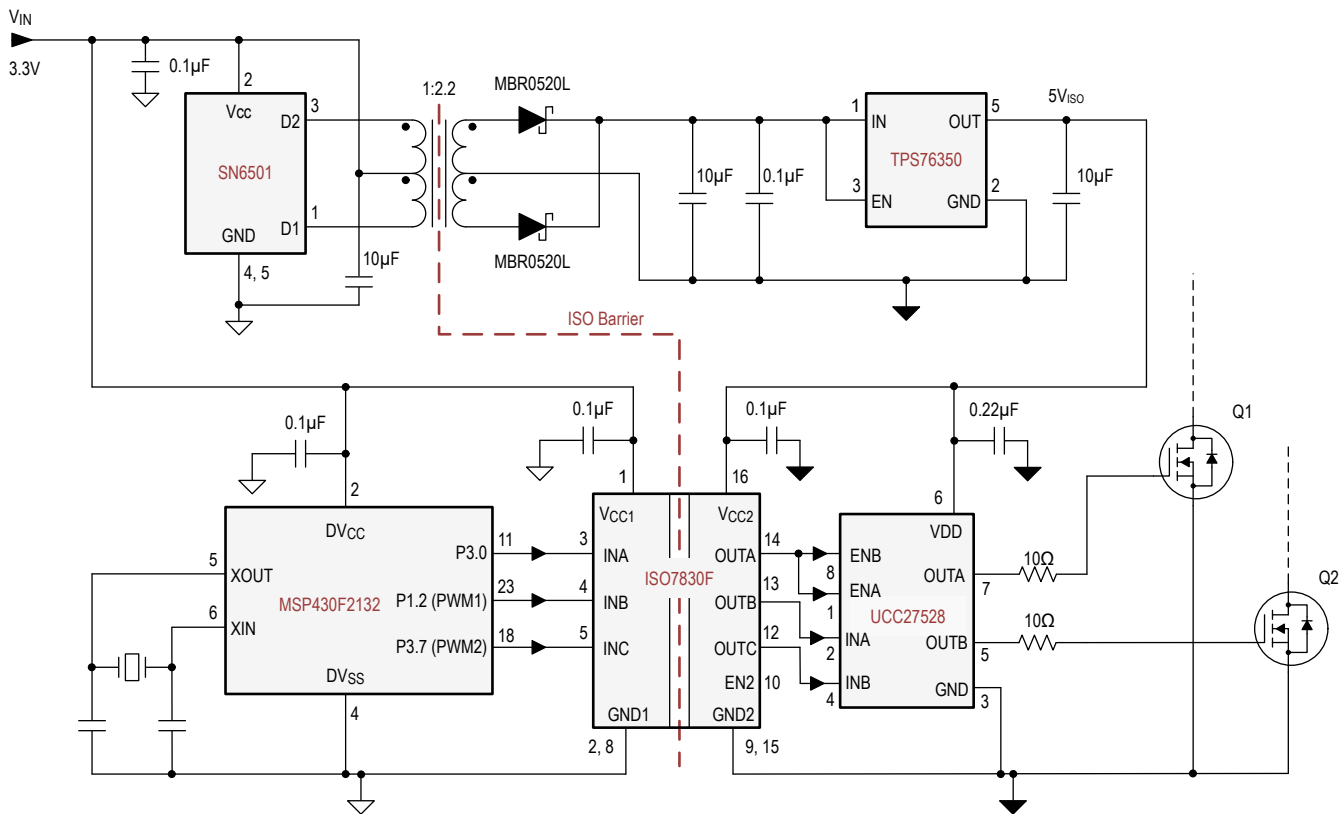

图 8-1. 隔离式双路 MOSFET/IGBT 栅极驱动电路
ISO7830F 可与德州仪器 (TI) 的混合信号微控制器、栅极驱动器、变压器驱动器和电压稳压器配合使用，以形成隔离式 MOSFET/IGBT 驱动电路。图 8-1 显示了隔离式双通道栅极驱动器的实现方案
- 更改了 图 8-1 21